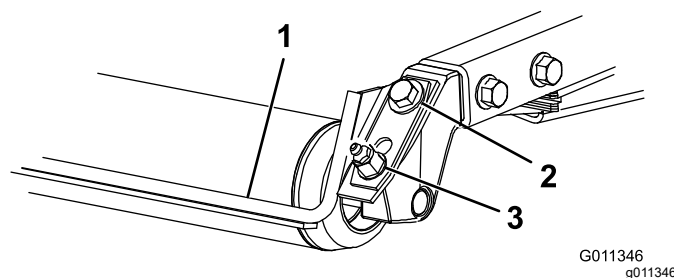

**Figura 8**
1. Slăbiți fittingul de lubrifiere și urubul de montare (Figura 8).